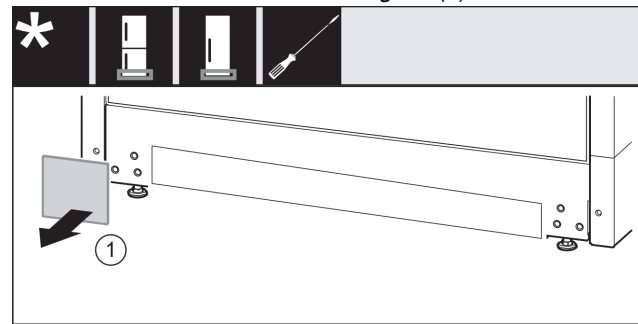

Fig. 24
- ▶ Irrota suojus. Fig. 24 (1)